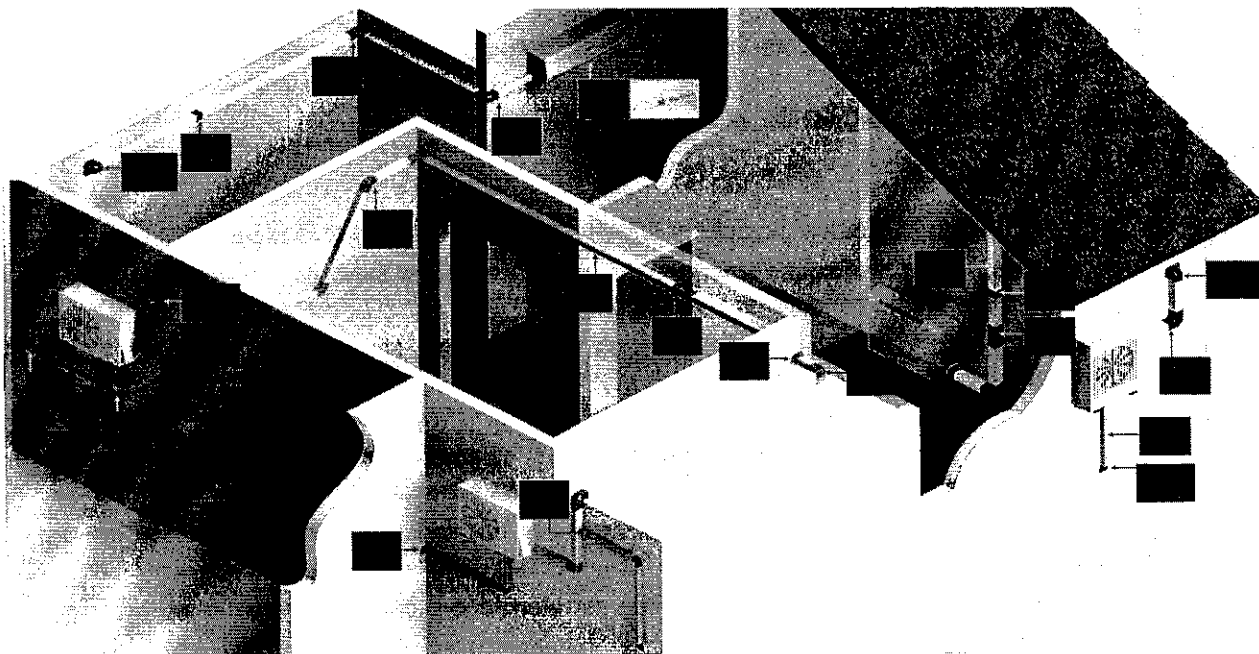

Figura 1 - Canaletas para instalação de split
2. As tubulações deverão ser preferencialmente embutidas, salvo aquelas que por conveniência do Departamento de Manutenção e Serviços Gerais devam ficar embutidas em canaletas de PVC especialmente projetadas e fabricadas para tubulações de splits (ver Figura 1).